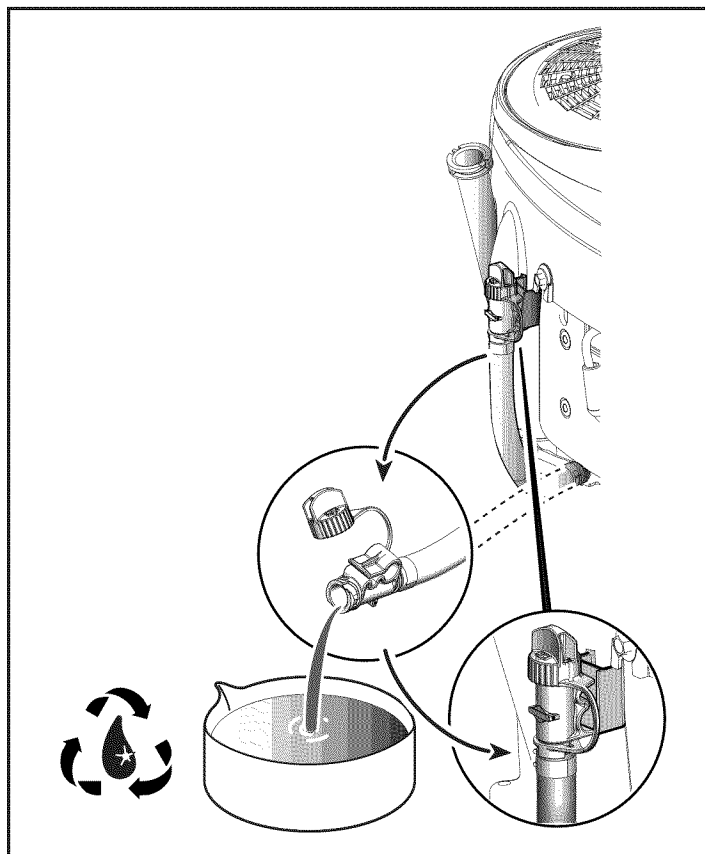

Figura 10
5. Desconecte la manguera de desagüe del aceite (véase Figura 10). Retire con cuidado la tapa y coloque la manguera en un contenedor homologado. Una vez drenado el aceite, vuelva a colocar la tapa firmemente y, a continuación, conecte la manguera al costado del motor.